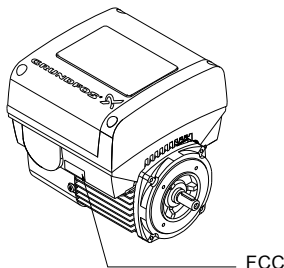

Рис. 65 Маркировка FCC
- Если модуль SIM поставляется с маркировкой FCC, закрепите её на клеммной коробке. См. рис. 65.